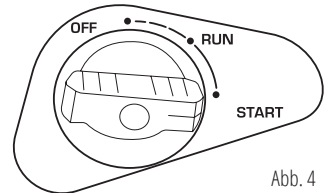

Abb. 4
4. Stellen Sie die Starterklappe in Position „OFF“ (Abb. 4).